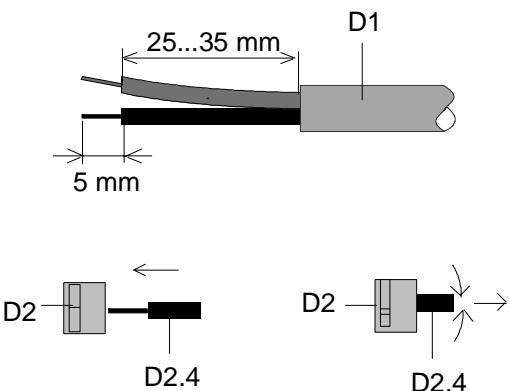

Bild 4: Anschließen/Abklemmen der Busleitungen
Anschießen der Busleitung (Bild 4)
- Den Mantel der abisolierten Busleitung (Bild 4) mit >3mm Überstand in den offenen Klemmschlitz (C4) drücken. Beim Anschluß einer zweiten Busleitung den geschlossenen Klemmschlitz mit einem Schraubendreher freibrechen und wie oben beschrieben in den Klemmschlitz drücken. Die Buseinzeladern in die Vertiefung unterhalb der Busklemme drücken und die Abdeckung (C1) aufschnappen.
Abklemmen der Busleitung (Bild 4)